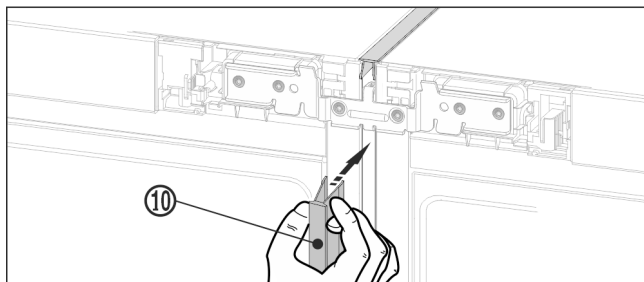

Fig. 22
- Priekšpusē iespiediet garo seglīsti Fig. 22 (10) vertikālajā gropē. Uzmaniet, lai līste atrastos uz savienojuma metāla plāksnes.